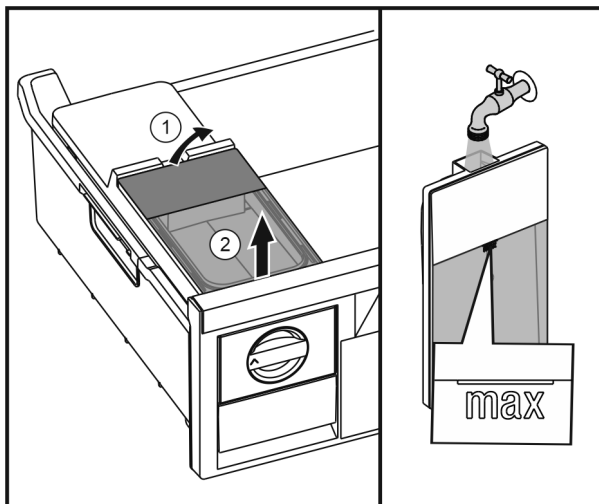

Fig. 55
- ▶ Поднять бак для воды сзади Fig. 55 (1) и извлечь движением вверх Fig. 55 (2).